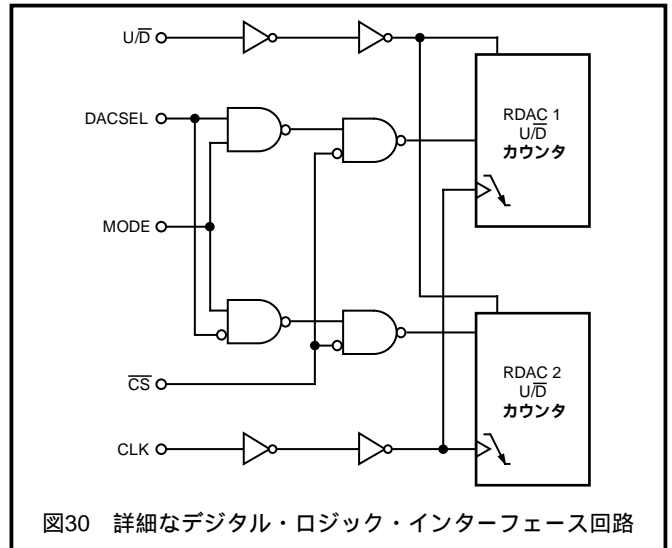

図30 詳細なデジタル・ロジック・インターフェース回路
AD5222はプッシュボタン制御が可能なインターフェースを備えています。アクティブな入力、クロック (CLK)、 \overline{CS} 、アップ・ダウン (U/D) です。MODEの際、DACSELピンが共通モード、または独立モードのアップデートを制御します。負エッジで駆動されるCLK入力には、複数のパルスが内部UP/DOWNカウンタ・レジスタにクロック入力されるのを防ぐために、整った波形入力が必要です (図30参照)。標準のロジック・ファミリーで良好な動作が得られます。機械式スイッチを製品の評価に使用する場合は、フリップ・フロップやその他の適切な手段でバウンスを防止する必要があります。 \overline{CS} がアクティブ・ローのときは、U/D制御ピンの状態に応じて、クロックが内部UP/DOWNカウンタをインクリメント/デクリメントし始めます。UP/DOWNカウンタの値 (D) はシステム電源ONの時点で、 40_H からスタートします。U/Dピンがロジック・ハイ状態である限り、フルスケール値 $7F_H$ になるまで、新しいCLKパルスが加えられる毎に1LSBずつ内部カウンタの値を増加させます。U/Dピンがロジック・ローの場合は、カウンタは減少していき、コード 00_H (ゼロ・スケール) で停止します。ワイパーが 00_H ポジションまたは $7F_H$ ポジションになった後のCLKピンのクロック・パルスは無視されます。詳細なデジタル・ロジック・インターフェース回路を図30に示します。